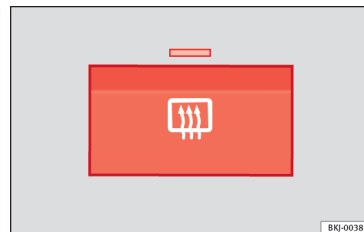

Fig. 150 Junto con los mandos de la climatización: conmutador de luneta térmica.
- Pulse el conmutador de desempañado **☐** » **fig. 150**